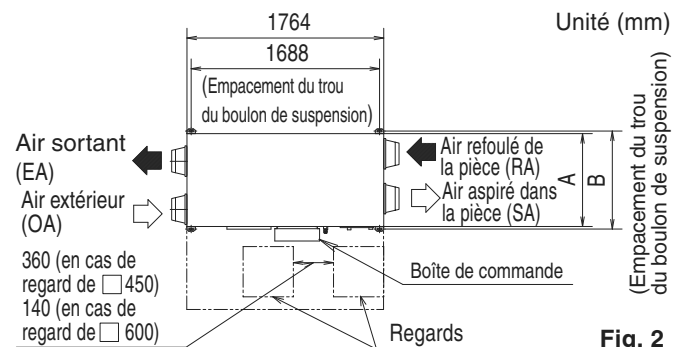

Fig. 2
#### (1) Vérifiez la position de l'unité et des boulons de suspension. (Reportez-vous à la Fig. 2)